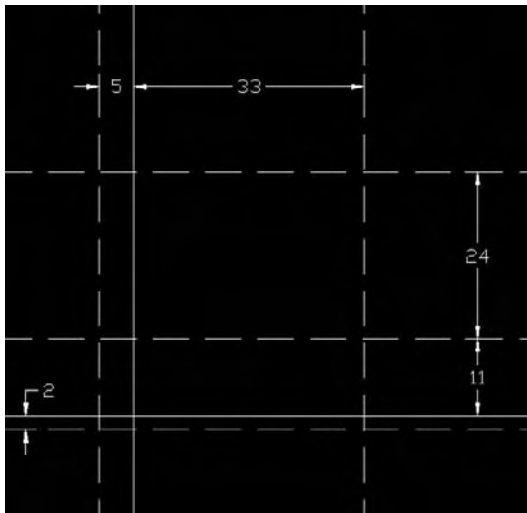

Fig.19.1
- 2 A l'aide de la fonction **Décaler** (Offset), copiez les lignes comme indiquées à la figure 19.1. Ces lignes serviront à définir le centre des cercles.